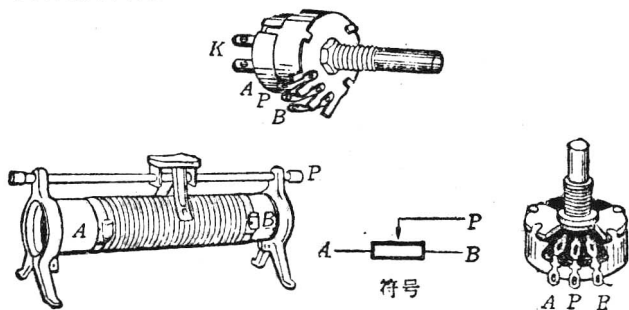

图1-7 滑线变阻器与电位器
4. 滑线变阻器与电位器(图 1-7)。用在电阻值要求经常变动的场合。